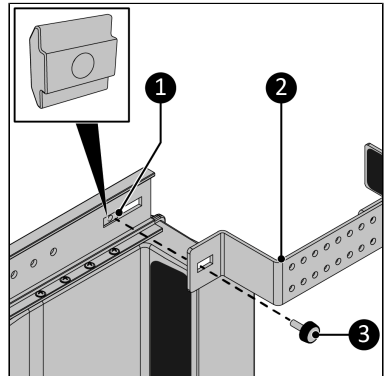

Abbildung 123.
7. Schrauben Sie die Halterung (Abbildung 123, Pos. 2) mit der Knopfschraube (Abbildung 123, Pos. 3) an der Hauptschiene in der vorderen Position fest. Stellen Sie sicher, dass Sie die Knopfschraube mit der Gleitmutter verbinden (Abbildung 123, Pos. 1).